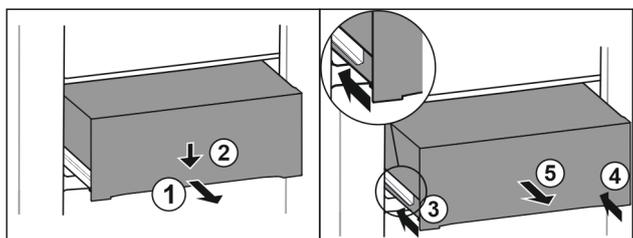

Fig. 103
- ▶ Изтеглете чекмеджето наполовина. Fig. 103 (1)
- ▶ Натиснете надолу чекмеджето от предната страна. Fig. 103 (2)
- ▶ Вкарайте лявата релса приблизително 2 cm навътре. Fig. 103 (3)
- ▶ Вкарайте дясната релса приблизително 2 cm навътре. Fig. 103 (4)
- ▶ Извадете чекмеджето напред. Fig. 103 (5)